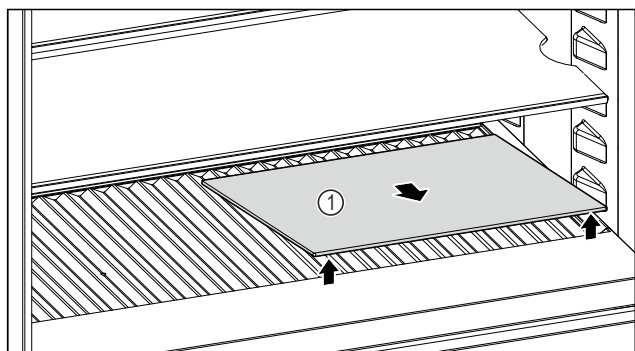

Fig. 191
- Skleněnou desku Fig. 191 (1) zvedněte za vybrání vpředu a vyjměte ji.
- Skleněnou desku Fig. 191 (1) uložte bezpečně mimo spotřebič.